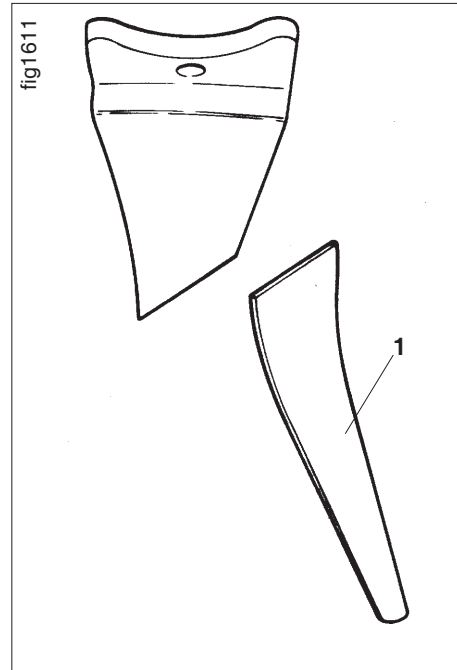
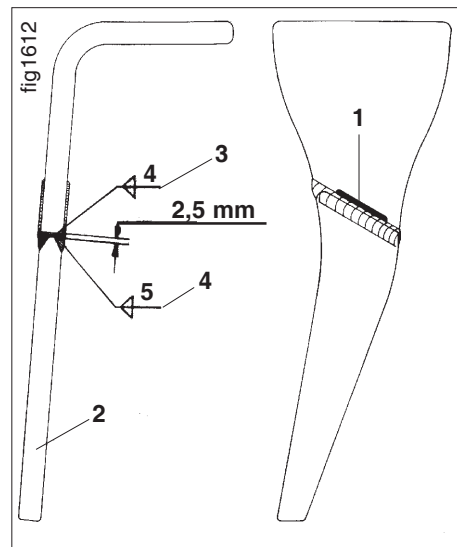

Fig. 19.9
Fig. 19.10
Bei zunehmendem Verschleiß können die Bodenbearbeitungszinken des Kreiselgrubbers durch Anschweißspitzen (Fig. 19.9/1) wieder auf Originallänge gebracht werden. Bodenbearbeitungszinken zuvor aus dem Werkzeugträger nach Kap. 19.5.1 ausbauen.
- Anschweißspitze (Fig. 19.9/1) an den alten Bodenbearbeitungszinken anhalten, und Markierung (Fig. 19.10/1) zum Durchtrennen anbringen.
- Alten Bodenbearbeitungszinken an der Markierung (Fig. 19.10/1) durchtrennen.
- Anschweißspitze (Fig. 19.10/2) mit Wurzellagenschweißung (Fig. 19.10/3) am Zinkenstummel befestigen und Zinken abkühlen lassen.
- Nach der Decklagenschweißung (Fig. 19.10/4) ist der Zinken wieder einsatzfähig.